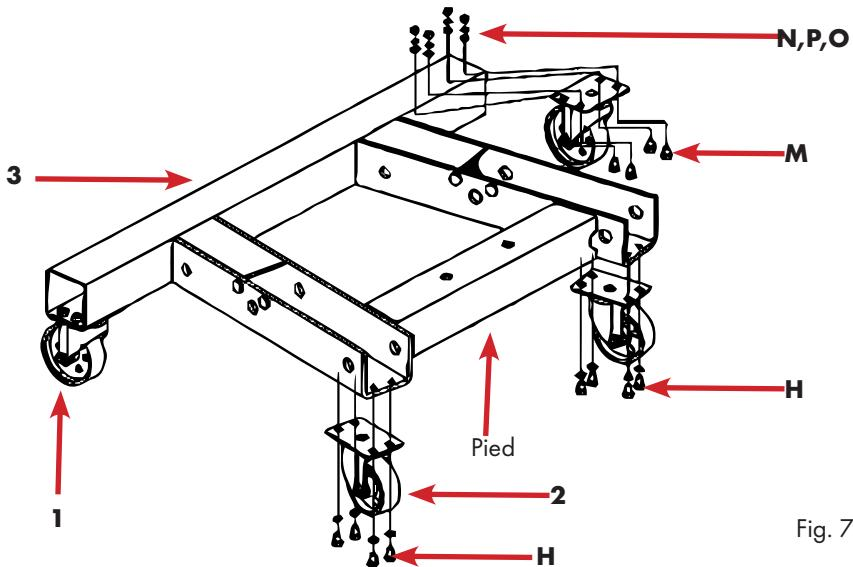

Fig. 7
- Serrer fermement tous les écrous restants, Fig. 7.